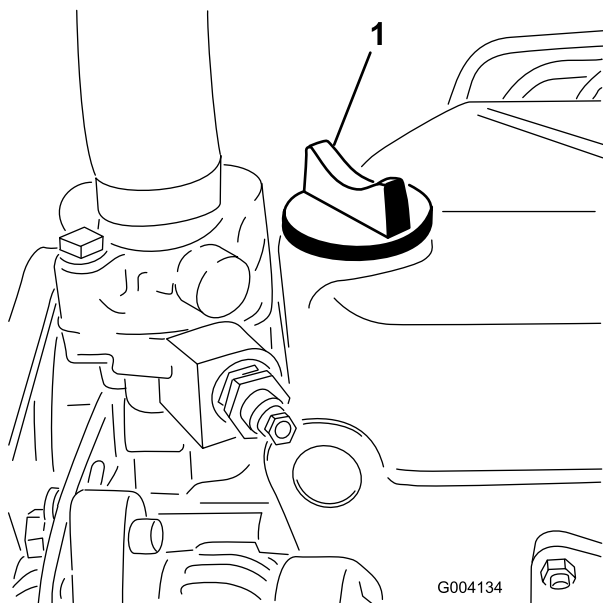

Bild 30
5. Wenn der Ölstand unter der Voll-Markierung liegt, nehmen Sie den Fülldeckel ab (Bild 30) und gießen Sie genug Öl ein, um den Ölstand bis zur Voll-Markierung anzuheben.